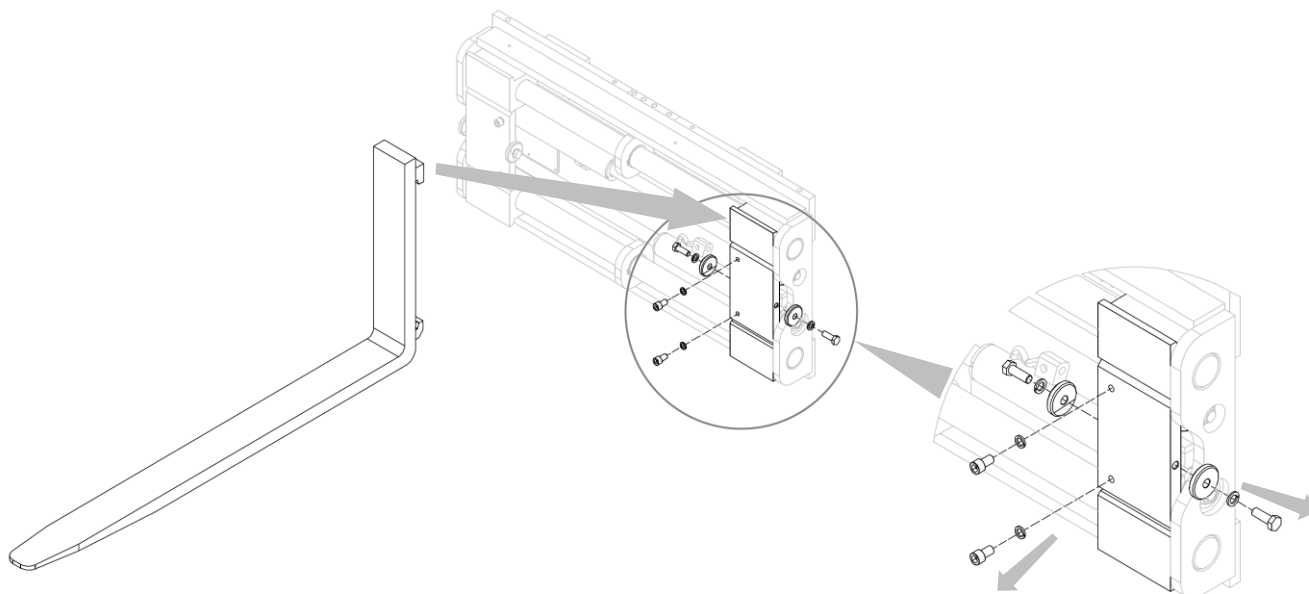

Figura 11
1. Aplique las horquillas después de desenroscar los toques de las horquillas; (mira *Figura 11*).